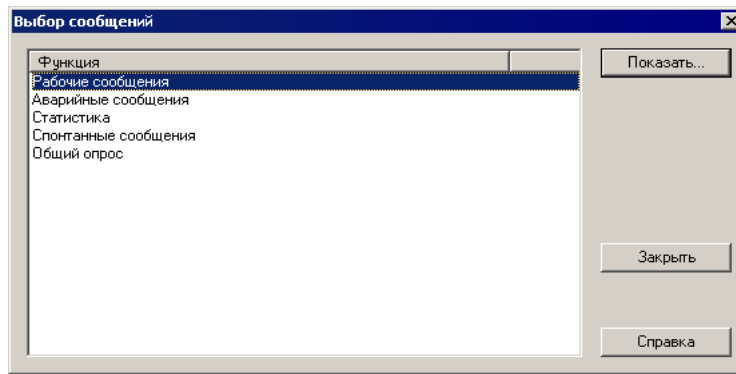

рис. 6-4 Выбор группы сообщений терминала присоединения в DIGSI
- Откройте окно Выбор сообщений (рис. 6-4, стр. 232).